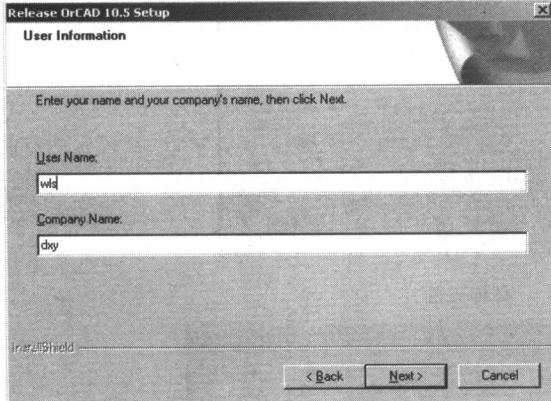
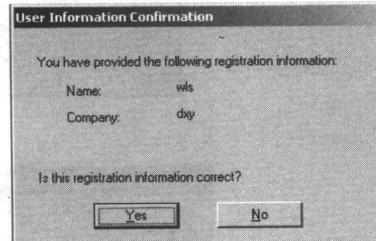

图 1.2.7 用户信息对话框
图 1.2.8 用户信息确认界面
(5)在弹出的如图 1.2.7 所示的用户信息对话框中,输入各用户信息后,点击“Next”按钮,会弹出如图 1.2.8 所示的用户信息确认界面,如果有错,点击“No”按钮,并返回上一步更改,否则点击“Yes”按钮。